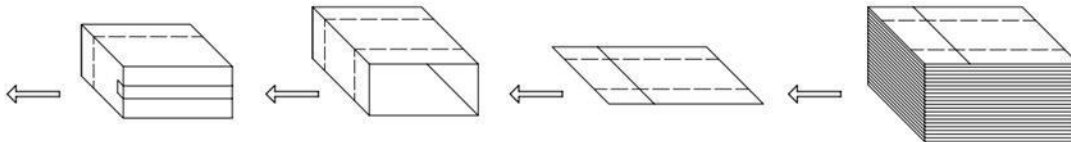

Рис. 3
- ① Убедитесь, что машина установлена на своем месте, внешне нет никаких отклонений. Кроме того, убедитесь в исправности внешнего источника питания и источника воздуха.
- ② Проверьте прочность соединения компонентов и деталей.
- ③ Убедитесь, что электродвигатель холодный, изоляция работает нормально.
- ① Откройте электрический шкаф и включите питание.
- ② Переключите переключатель ТЕСТ/ПРОИЗВОДСТВО (TEST/PRODUCTION) в положение ТЕСТ (TEST) и убедитесь в нормальном функционировании всех частей машины.
- ③ Нажмите кнопку подачи, чтобы проверить работу всех частей.
- ④ Дайте машине поработать в течение 1 минуты и убедитесь в нормальном функционировании всех ее частей.
- ⑤ Проверьте исправность цепей и устройства наклеивания ленты.
5. Принципы работы (рис. 3)